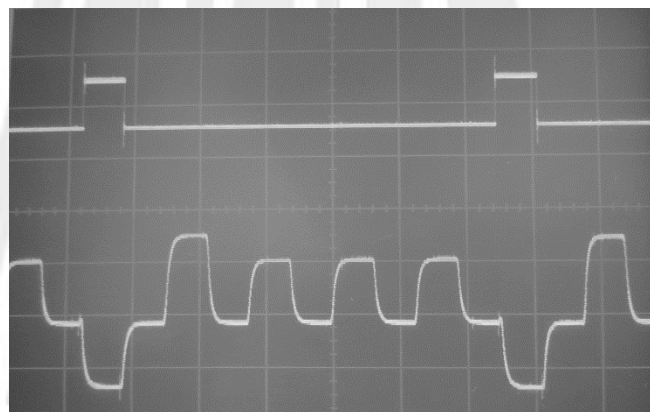

Figura 8.6 Comparación entre TP19 y TP22.
2. Analizar las formas de onda de temporización para la inserción de sincronía (TP19) y señal PAM/PCM de salida (TP22) (Figura 8.6) y comentar lo observado.